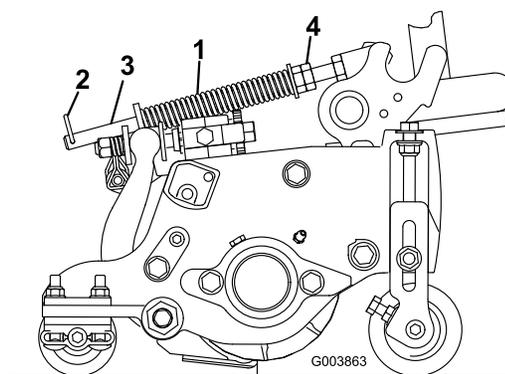

Figura 13
La molla di compensazione del manto erboso (Figura 13) collega il telaio portante all'elemento di taglio e regola l'entità della rotazione avanti e indietro disponibile.
tra la parte posteriore della staffa della molla e la parte anteriore della rondella (C) (Figura 13).
2. Serrate i dadi esagonali sul lato anteriore dell'asta della molla, finché la lunghezza compressa (A) della molla non è di 32,8 cm (Figura 13).